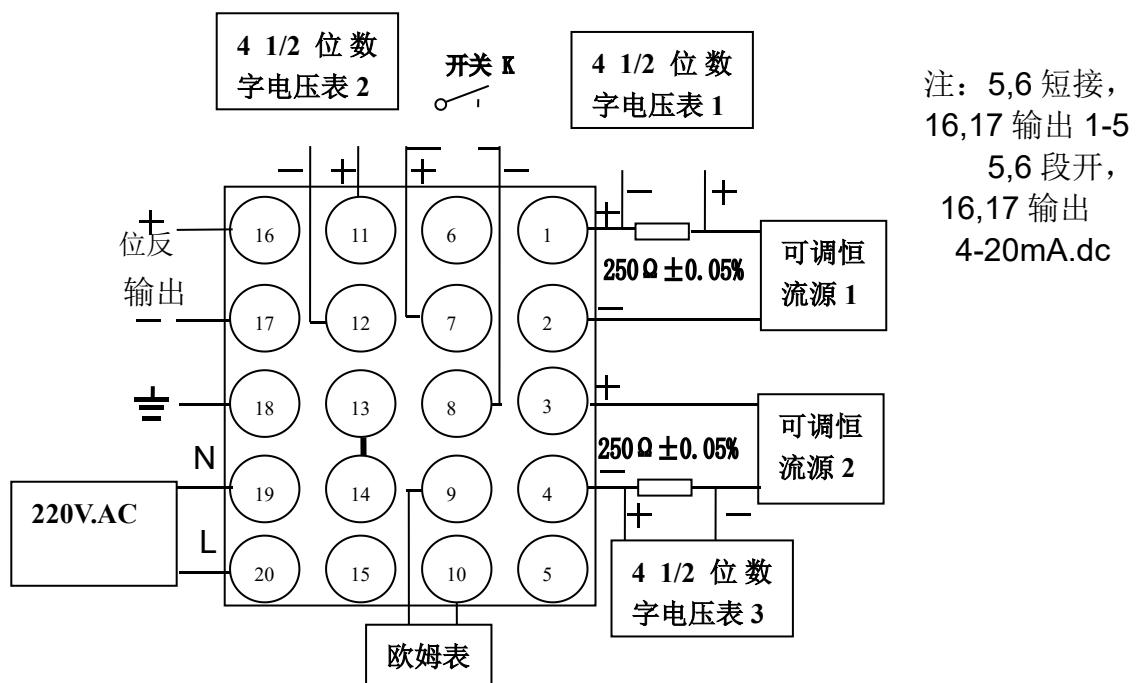
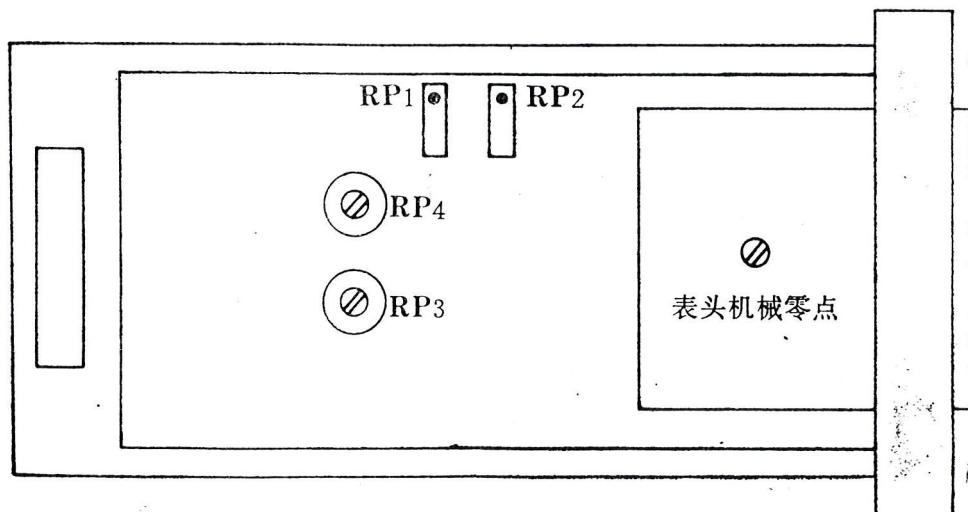

图 5 校验接线
图 6 调校示意图
本操作器具有输出电流的上下限限幅功能。上限限幅为 40%~100% 连续可调。下限限幅为 0%~60% 连续可调。上限调电位器 P5，下限调电位器 P6，见图 6。
1. 以 DFQ-2103LA 为例, 校验接线图如图 5, 调校示意图如图 6。
按图 5 接线，面板上自动/手动开关置自动状态，并预热 10 分钟。